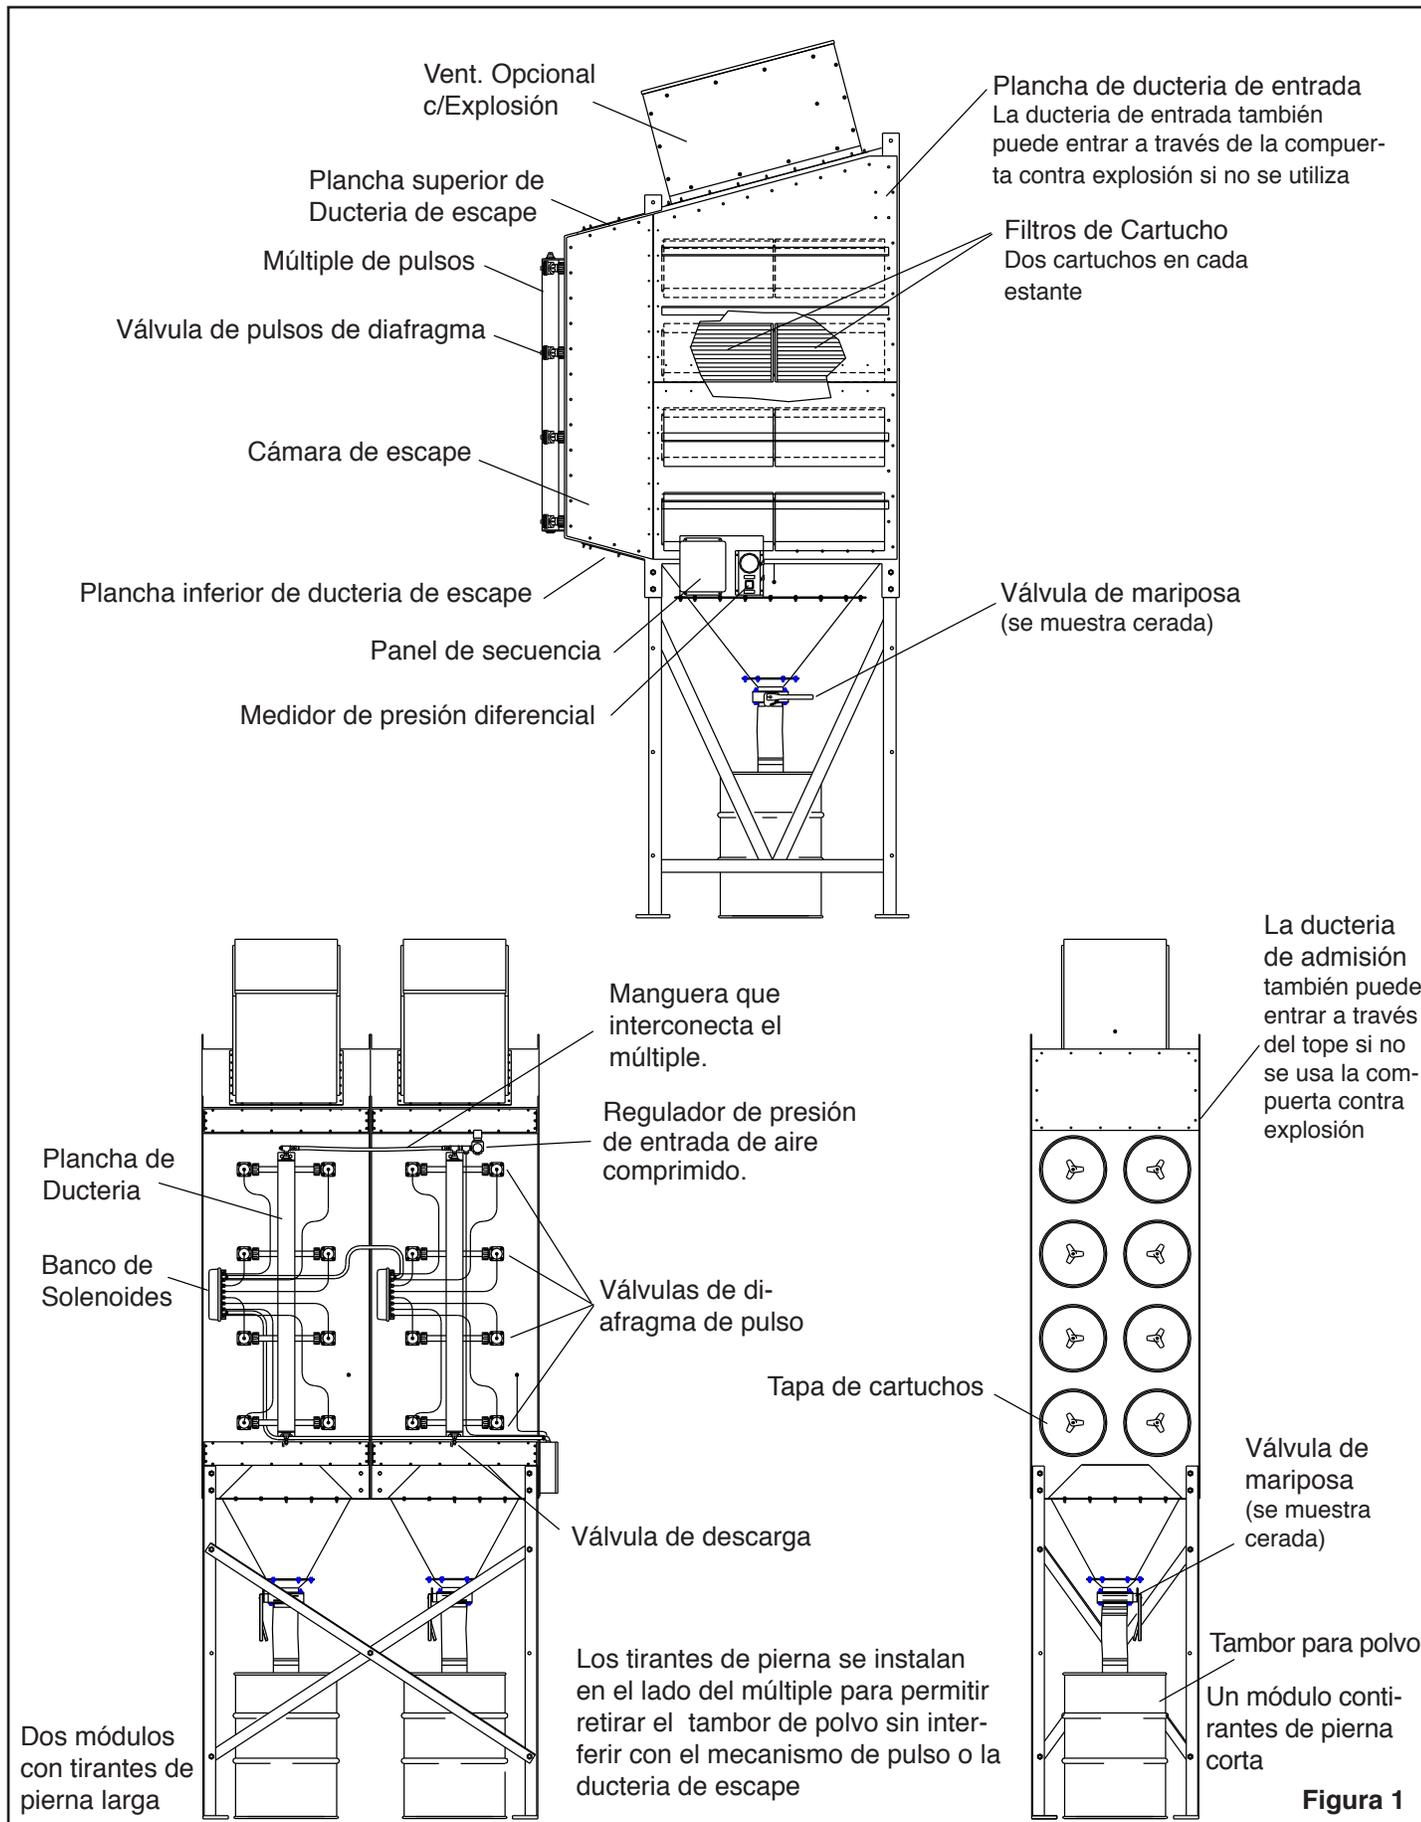

Figura 1
1.4.3 Todas las ilustraciones utilizadas en este manual muestran módulos CDF-8. Excepto donde se diga lo contrario, el ensamble y la operación son los mismos independientemente del tamaño del cuerpo. Una configuración típica se muestra en la Figura 1.
**3.4.4** Drene los múltiples de pulsos. El gatillo de drenado esta al fondo de cada múltiple. Refiérase a la Figura 1. Drene siempre que el suministro de aire sea cerrado.